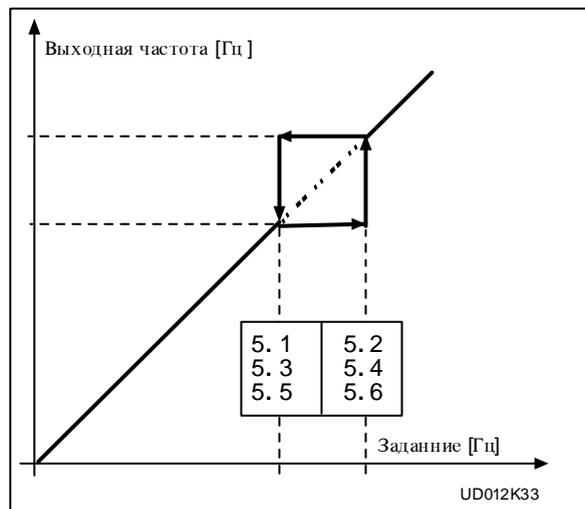

Рис. 6.5-16 Пример установки запретного диапазона частоты.
5.6 вызывают механические резонансы. Этими параметрами можно устанавливать три запретных диапазона частоты между  $0-f_{max}$ . См. рис. 6.5-16. Запретный диапазон частоты "перепрыгают" согласно временам ускорения и замедления.